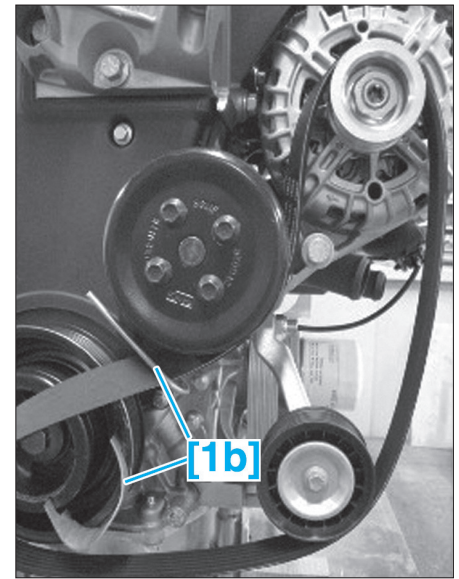

Fig. 6
- Poser la courroie d'accessoires neuve (Fig.6).